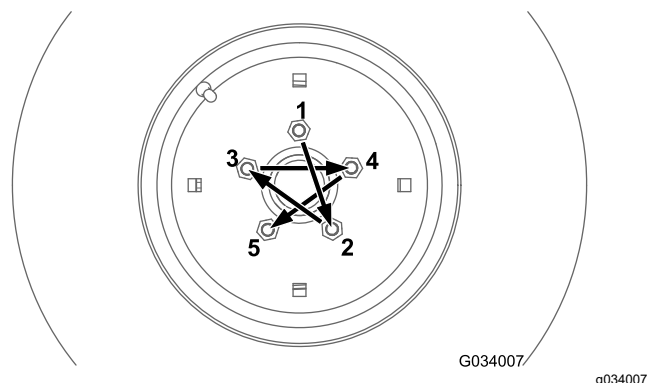
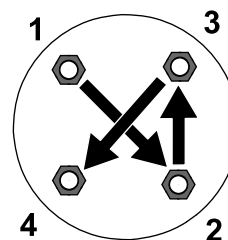

図 65
図 66
前後の車輪のホイールナット後輪は 4WD モデルのみを 図 65 に示すクロスパターンで規定トルクまで締め付けてください。 図 66
- 前輪 図 65 を参照。
- 後輪 4WD モデルのみ 図 66 を参照。